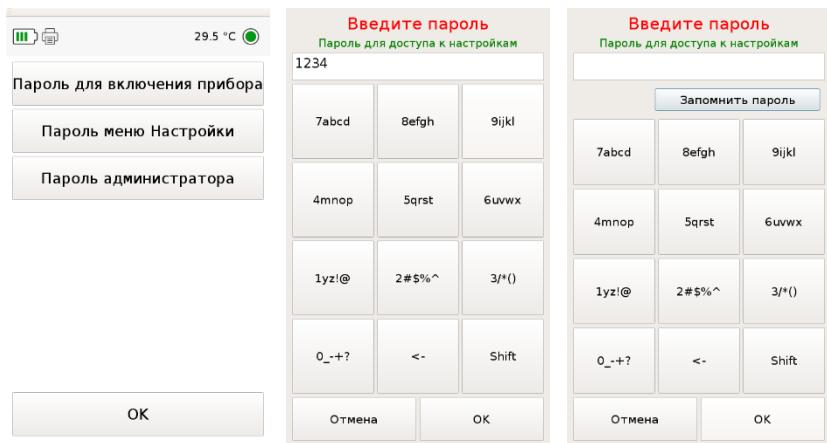

Рисунок 20 Окно меню Безопасность,
4.5.2.3. Окно настроек безопасности имеет следующие элементы (Рисунок 20):
Для настройки пароля перейдите в соответствующее меню «Безопасность». В окне настройки пароля (Рисунок 20) введите пароль для доступа.
На экране ввода пароля можно выбрать «Запомнить пароль» до перезагрузки спектрометра (Рисунок 20). Если кнопка «Запомнить пароль» не нажата, то прибор будет запрашивать пароль каждый раз при попытке выполнения запароленного действия.